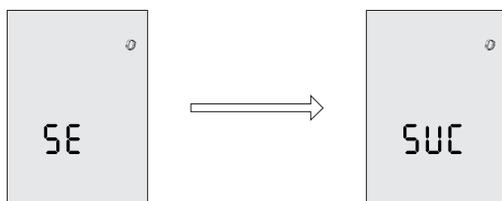

Figura 5-9
Paso 4: Mantenga pulsado el botón “” durante 5 segundos para entrar en la página de configuración del emparejamiento (figura 5-9). En esta página, verá “Add” y “RUF” parpadeando, y un temporizador de cuenta atrás “060” (60 segundos).